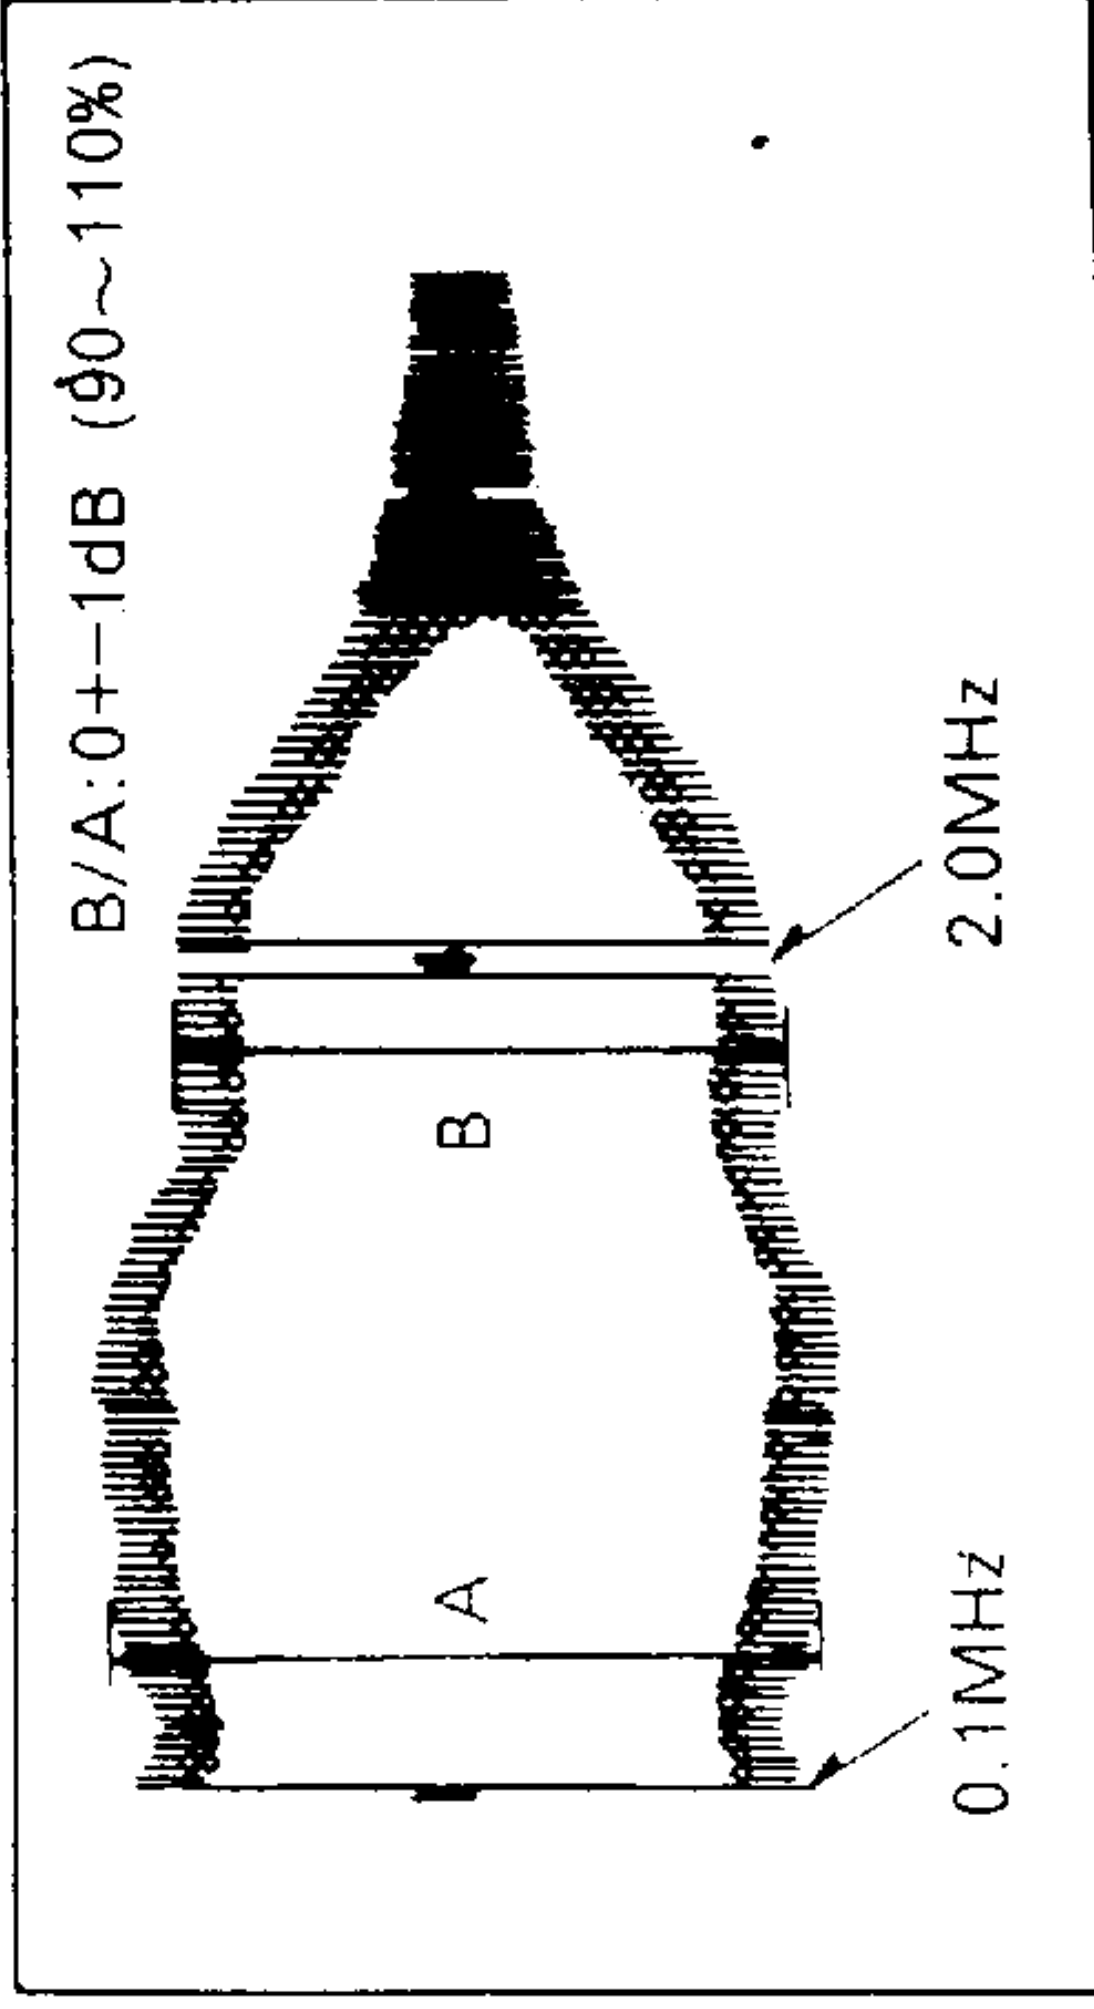

图 E13
5. 调整 VR 3012, 使频率响应为 B/A = 0 ± 1dB, 如图 E13所示。
8. 调整 VR 3013, 使频率响应为 B/A = 0 ± 1dB, 如图 E13所示。